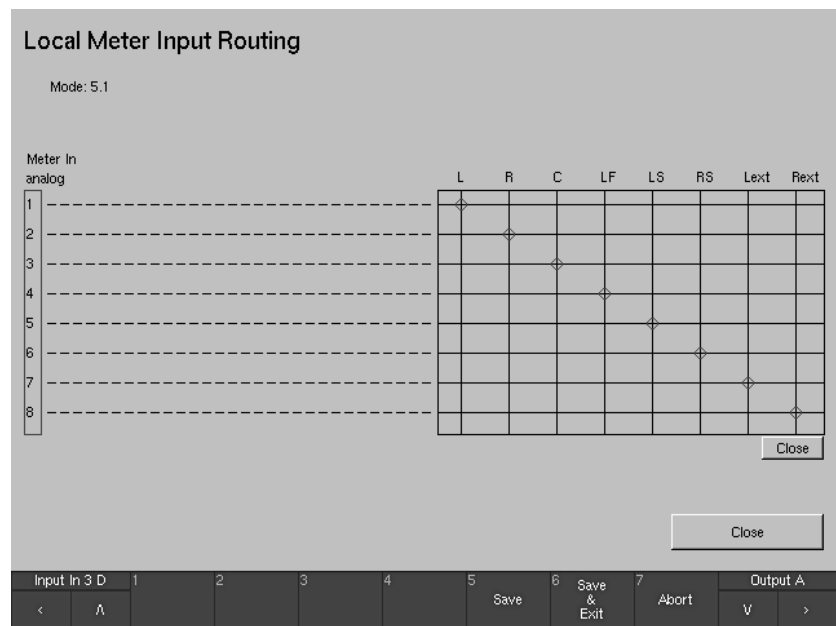

Bild 4-12: Kanaluordnungsmatrix für das „Meter Input Routing“
• „Meter Input Routing“ (siehe Bild 4-12)
Diese Schaltfläche öffnet eine weitere Menüseite mit der Routing-Matrix, in der den physikalischen Eingängen des Anschlusses „Meter In analog“ (siehe Abschnitt 2.3.8.) die internen logischen Kanäle L, R, ... zugeordnet werden können (siehe Bild 4-12 auf der nächsten Seite). Zur Verfügung stehen im: